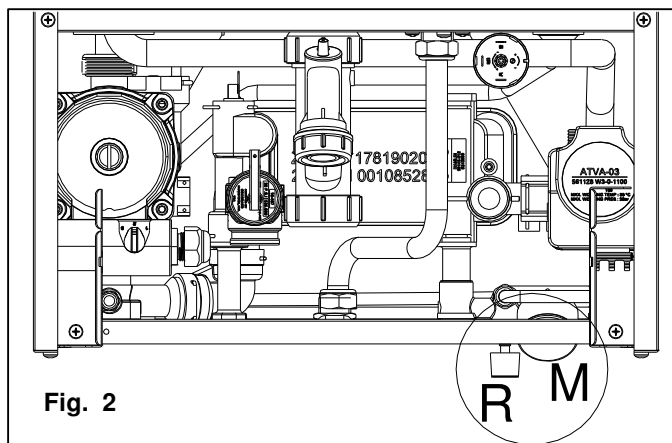

Fig. 2
La pression d'eau dans le circuit de chauffage central doit être vérifiée pendant toute la durée de fonctionnement du chauffe-eau. À cet égard, la lecture sur le manomètre **M** (fig. 2), situé sur la partie inférieure du chauffe-eau, ne doit pas être inférieure à 1 bar.
Pour ramener le système à la bonne pression, ouvrez le robinet de remplissage externe **R** (fig.2) et servez-vous du manomètre **M** (fig. 2) pour vérifier que la pression du système atteigne 1 bar et que le code H2O s'éteigne.
- Vérifiez la pression d'eau dans le circuit de chauffage central. La lecture sur le manomètre **M** (voir fig. 2), situé sur la partie inférieure du chauffe-eau, ne doit pas être inférieure à 1 bar.